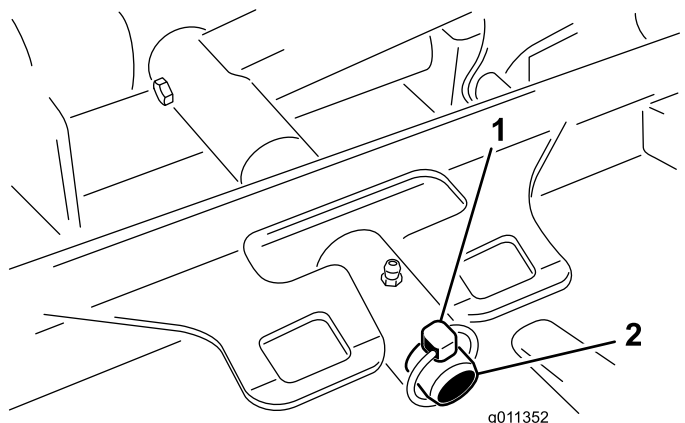

Figure 119
3. Retirez la goupille à anneau (Groundsmaster 4500) ou l'écrou de retenue (Groundsmaster 4700) qui fixe le bâti porteur de l'unité de coupe à l'axe de pivot du bras de levage (Figure 119).
2. Faites glisser le bâti porteur de l'unité de coupe sur l'axe de pivot du bras de levage (Figure 119). Fixez l'unité sur l'axe à l'aide de la goupille à anneau (Groundsmaster 4500) ou de l'écrou de retenue (Groundsmaster 4700).